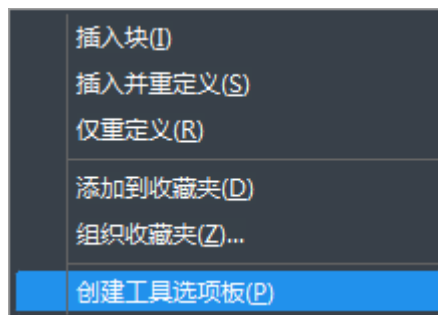

图 5-43 “工具选项板”创建工具选项板
- b) 在弹出的快捷菜单中选择“创建工具选项板”项，如图 5-43。